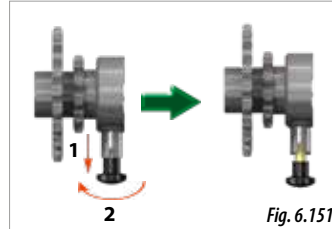

Fig. 6.151
- 3-** En el eje de transmisión donde se halla el embrague (Fig. 6.149), tirar del seguro y girarlo 90° para bloquearlo en la posición de transmisión libre (Fig. 6.151).